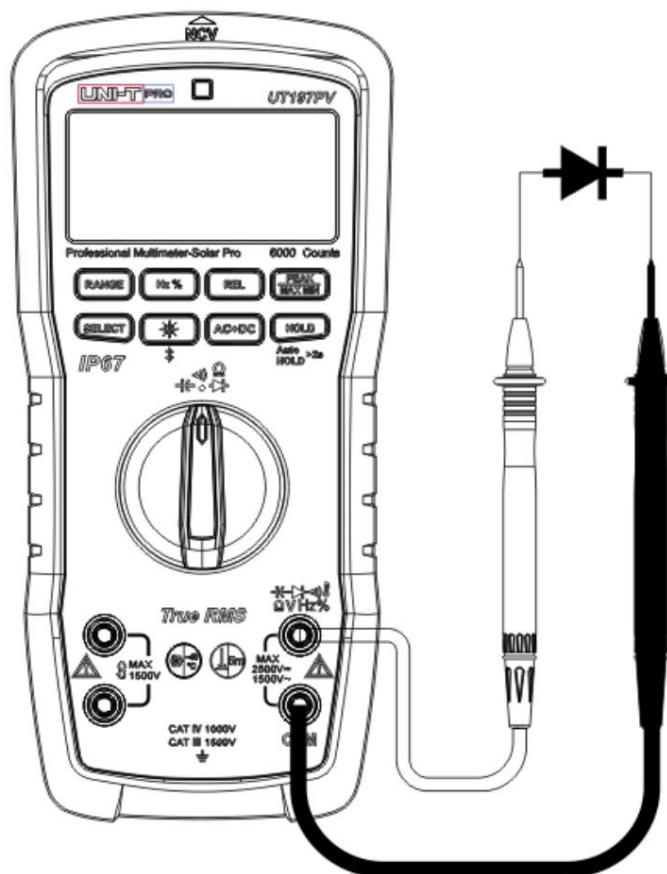

Figura 11
8. Măsurarea diodelor (Figura 11)